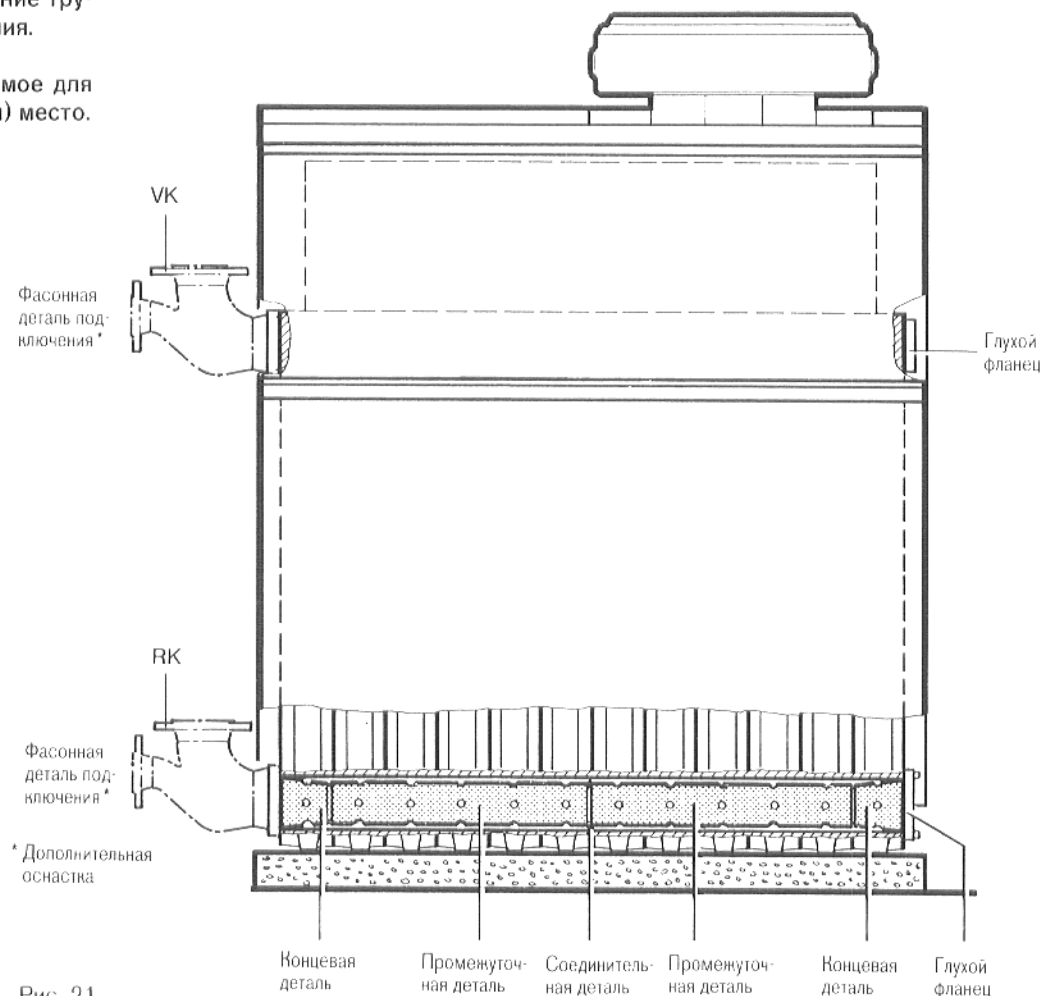

Рис. 21
Подводящая линия и возвратная линия отопления должны всегда подключаться на одной стороне (рис. 21).
4. Насадить вторую концевую деталь (поз. 1) на противоположной стороне котла у нижней ступицы котла на промежуточную деталь (поз. 2, 3 или 4) (рис. 21).
5. Насадить и привинтить глухой фланец с уплотнением на нижнюю ступицу котла (рис. 21).